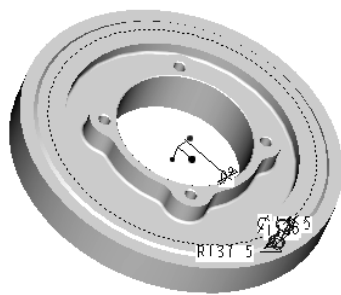

图 26 选用角度引导尺寸
(3) 在【阵列选项】菜单中选择一种阵列选项。在【阵列选项】菜单中选择【相似】、【变化】或者【一般】选项。相似阵列规定最多的假定，阵列的单元不能和其他单元或放置平面的边线相交。
(4) 在【阵列尺寸增量】菜单中选择【值】选项。
(5) 选择一种角度引导尺寸变化特性。如图 26 所示。